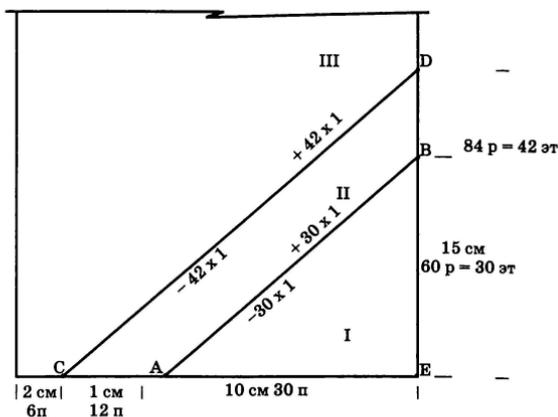

Рис. 59. Отделочная полоса, образованная двумя параллельными наклонными линиями
**Пример расчета и выполнения отделочной полосы** (рис. 59). Отделочная полоса шириной 4 см образована двумя параллельными наклонными линиями АВ и СD. Расчет сводится к вычислению катета ED прямоугольного треугольника CDE, определяющего высоту наклонной CD. Поскольку наклонные АВ и CD параллельны, скорость убавления (прибавления) петель для них будет одинаковой. Ее можно рассчитать на параметрах одной из наклонных, например наклонной АВ: 30 петель : 30 этапов = 1 петля, т. е. скорость убавления (прибавления) – 1 петля за этап. Ширина наклонной CD – катет CE – составляет: CA + AE = 12 петель + 30 петель = 42 петли. Тогда высота этой наклонной будет равна 42 петли : 1 этап = 42 этапа, или 84 ряда.